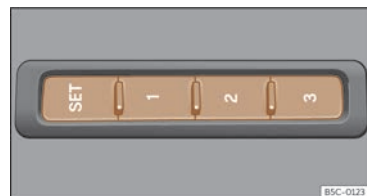

Fig. 110 Al lateral exterior del seient del conductor: tecles de memòria
- Premeu la tecla **SET** durant més d'1 segon »» fig. 110.